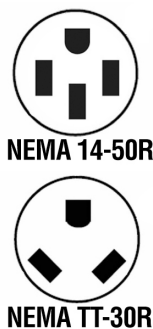

Fig. 3
4. Plug a power plug into the NEMA 14-50R or the NEMA TT-30R power outlet (Fig. 3), but not both.
**NEMA 14-50R****NEMA TT-30R***Fig. 3*
4. Branchez une fiche d'alimentation dans la prise NEMA 14-50R ou NEMA TT-30R (fig. 3), mais pas les deux.